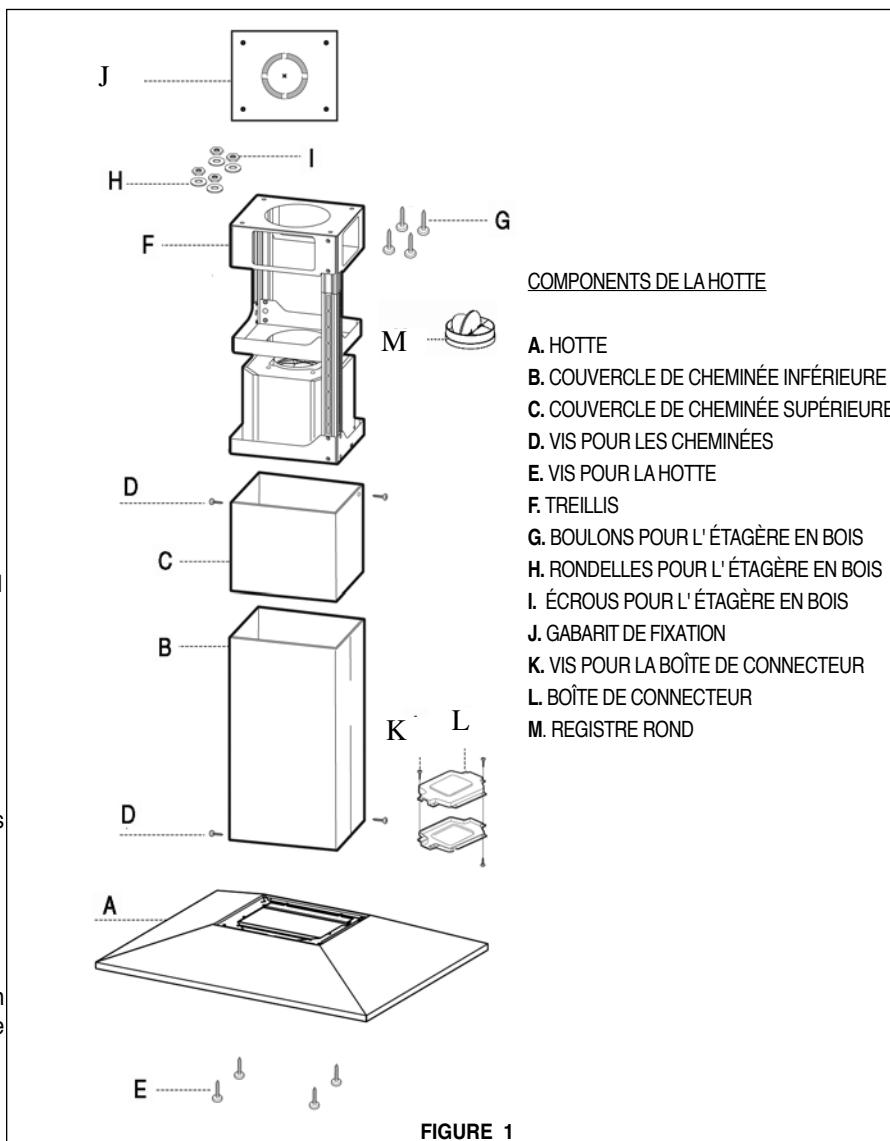
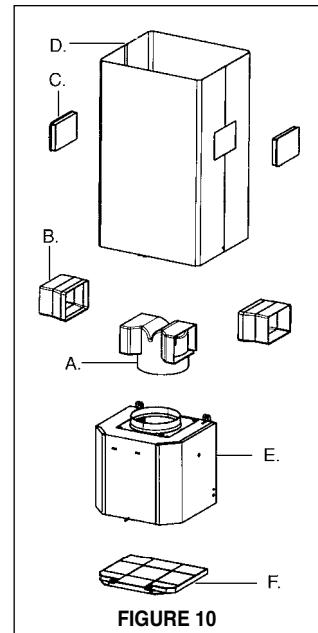
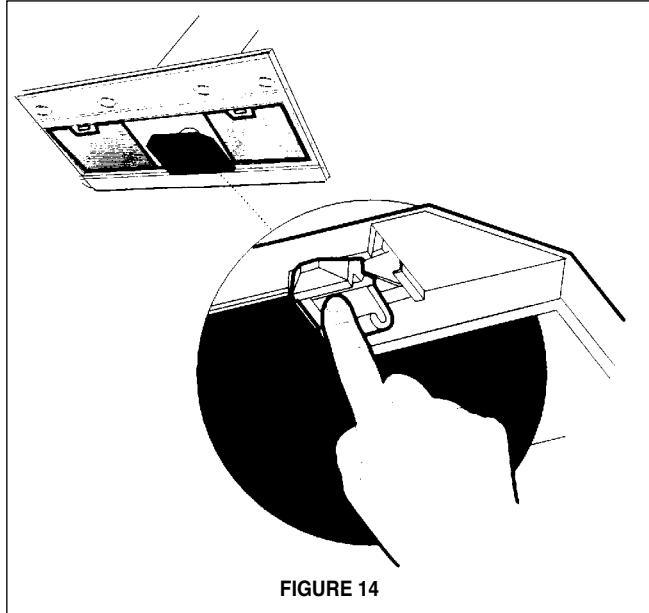

FIGURE 1
FIGURE 10
FIGURE 14
Séparer le COUVERCLE CHEMINÉE SUPÉRIEURE (C de la FIGURE 1) et le COUVERCLE CHEMINÉE INFÉRIEURE (B de la FIGURE 1) du TREILIS (F de la FIGURE 1) en dévissant les quatre vis.
La hotte se fixe au plafond à l'aide d'un support métallique (D de la FIGURE 1). Ce support doit être fixé au plafond avant que la hotte ne soit installée au support. Puisque cette structure supporte le poids de la hotte, elle doit être fixée fermement au plafond.
POUR DES PLAFONDS EN BOIS - Utiliser quatre longues vis à bois 4 po. et rondelles. POUR LES PLAFONDS EN PLÂTRE OU EN PANNEAUX MURAUX SECS - Si possible, le support doit être fixé aux solives du plafond, sinon, une structure supportante doit être érigée derrière le panneau mural sec. POUR L'ÉTAGÈRE EN BOIS - Utiliser G, H, & I de la FIGURE 1.
7. Pour installations avec conduit, placer le REGISTRE ROND (**N de la FIGURE 1**) dans l'ouverture d'échappement de la hotte et appuyer fortement sur le registre.
Installations sans conduit requièrent le **Kit Pour Conversion Du Conduit (FIGURE 10)**. N'utilisez pas le REGISTRE ROND (**N de la FIGURE 1**) pour les installations sans conduit. Jeter le COUVERCLE CHEMINÉE INFÉRIEURE (**B de la FIGURE 1**) et replacer avec le couvercle de cheminée inférieure avec trous d'échappement d'air dans le **Kit Pour Conversion Du Conduit (D de la FIGURE 10)**.
Illustré à la **FIGURE 10**, mettre le DUCTLESS DIVERTER (**A**) dans l'ouverture d'échappement de la EASY CUBE (**E**). Mettre le DUCTLESS DIVERTER EXTENSION HORIZONTAL (**B**) dans le DIVERTER (**A**).
2. Brancher le conduit sur le REGISTRE ROND (**M de la FIGURE 1**) et sceller toutes les connexions avec du ruban à conduit.
Pour installations sans conduit, aligner les DUCTLESS DIVERTER EXTENSIONS HORIZONTAL (**B de la FIGURE 10**) avec les trous d'échappement d'air dans COUVERCLE CHEMINÉE INFÉRIEURE (**D de la FIGURE 10**) et installer les VENT GRIDS (**C de la FIGURE 10**).
Pour installations sans conduit, installer le FILTRE AU CHARBON (**F** de la **FIGURE 10**). Voyez **FIGURE 14**